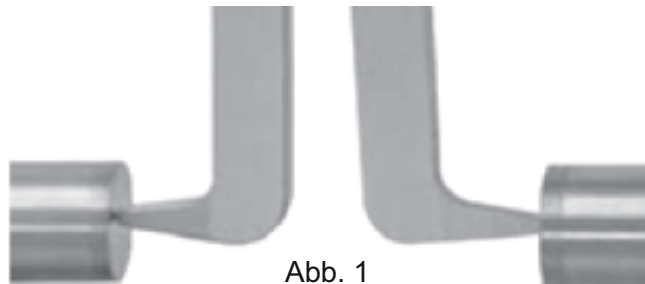

Abb. 1
4. THE GAUGE SHOULD BE CALIBRATED BEFORE USE, use a setting ring or micrometer for calibration. Set the initial value of the calibration gauge (micrometer) and then measure it (fig. 1).
4. DAS MESSGERÄT SOLLTE VOR GEBRAUCH KALIBRIERT WERDEN, verwenden Sie einen Einstellring oder Mikrometer zur Kalibrierung. Stellen Sie den Anfangswert des Kalibrierungsmessgeräts (Mikrometer) ein und messen Sie ihn dann (Abb. 1).